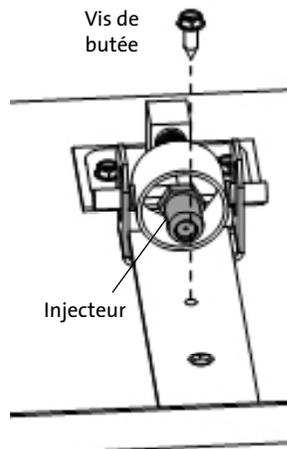

Figure 22. Injecteur du brûleur et vis de butée (gaz propane).
8. Remplacez l'injecteur du brûleur. Voir fig. 22. Avec une clé plate (ou à douille profonde) de 1/2 po, retirez l'orifice du brûleur de son boîtier coudé en laiton, et remplacez-le par l'orifice approprié, fourni dans le kit.
- A) Installez la vis de butée dans la plaque de l'obturateur d'air. Voir fig. 22.